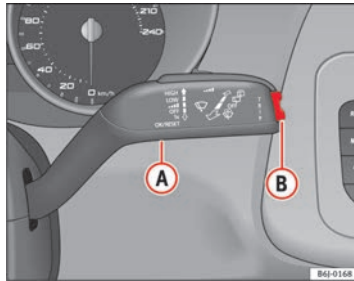

Abb. 34 Scheibenwischerhebel: Taste A und Wipptaste B
- Bei eingeschalteter Zündung kurz die Taste ⇒ Abb. 34 (A) am Scheibenwischerhebel betätigen, um zwischen den beiden Speichern zu wechseln.